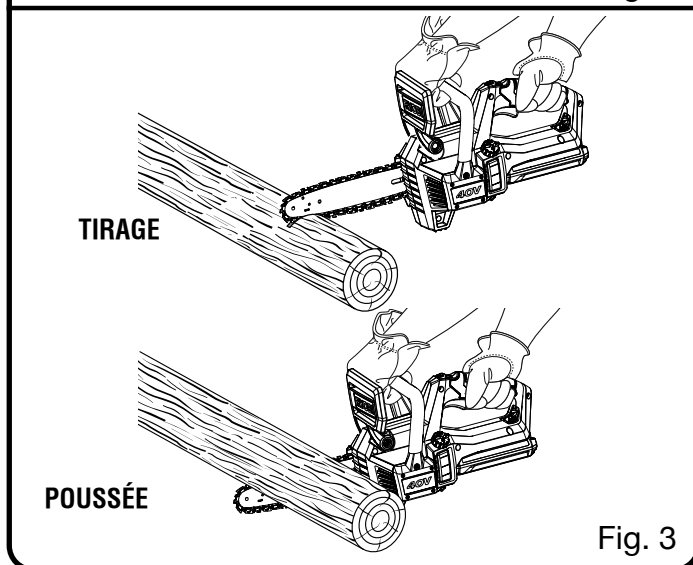

Fig. 3
- Pousée et tirage – La force de réaction s'exerce toujours dans le sens opposé à la rotation de la chaîne, au point de contact avec le bois. Par conséquent, l'opérateur doit être prêt à contrôler la TIRAGE lorsque la coupe est effectuée avec le bas du guide et la POUSSÉE lorsque la coupe est effectuée avec le haut du guide. Voir la figure 3.